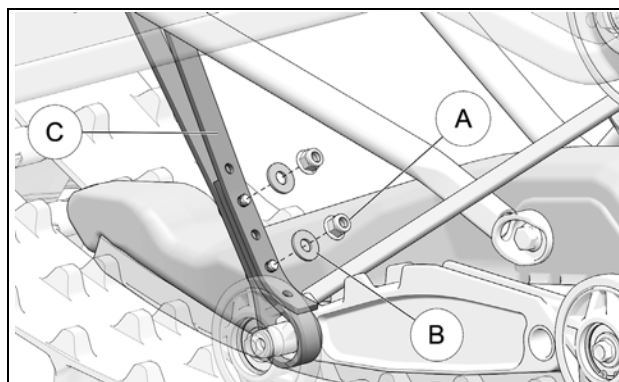

Figure 20
- Retirer les deux écrous (A) et rondelles (B) des boulons d'assemblage de la courroie d'arrêt (C) de la suspension. Figure 20.